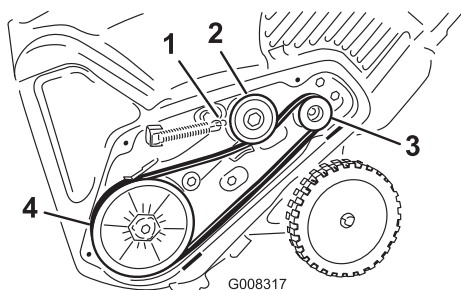

Figure 38
5. Montez et acheminez la nouvelle courroie comme indiqué à la Figure 38.
8. Raccrochez le ressort de frein au bras de la poulie de tension (Figure 38).